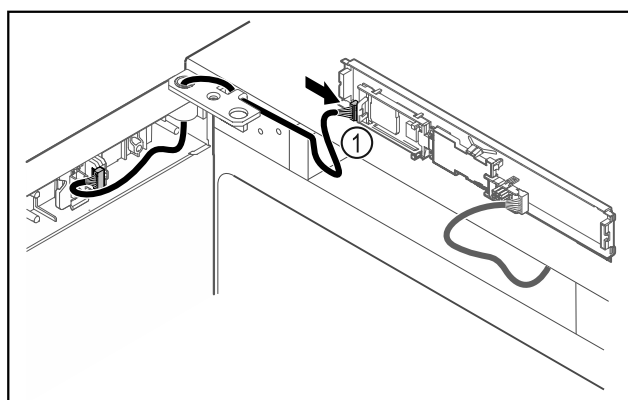

Fig. 44
- Enchufar el conector Fig. 44 (1) en la platina.